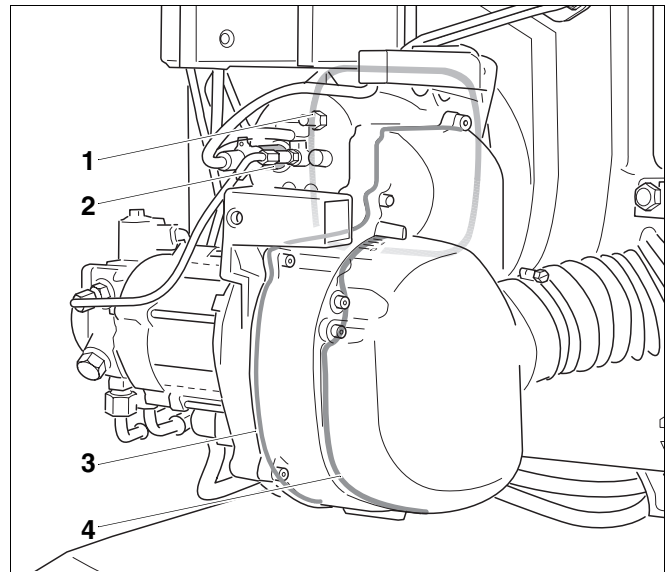

Abb. 41 Zusätzliche Abdichtung des Logatop BE RLU
- Flachdichtung zum Brennerflansch (Abb. 41, **Pos. 1**)
- Abdichtung zum Schalldämpfer (Abb. 41, **Pos. 4**)
- Gehäuseboden mit Rundschnurdichtung (Abb. 41, **Pos. 3**).
- Halter zur Aufnahme des Flammenfühlers (Abb. 41, **Pos. 2**).